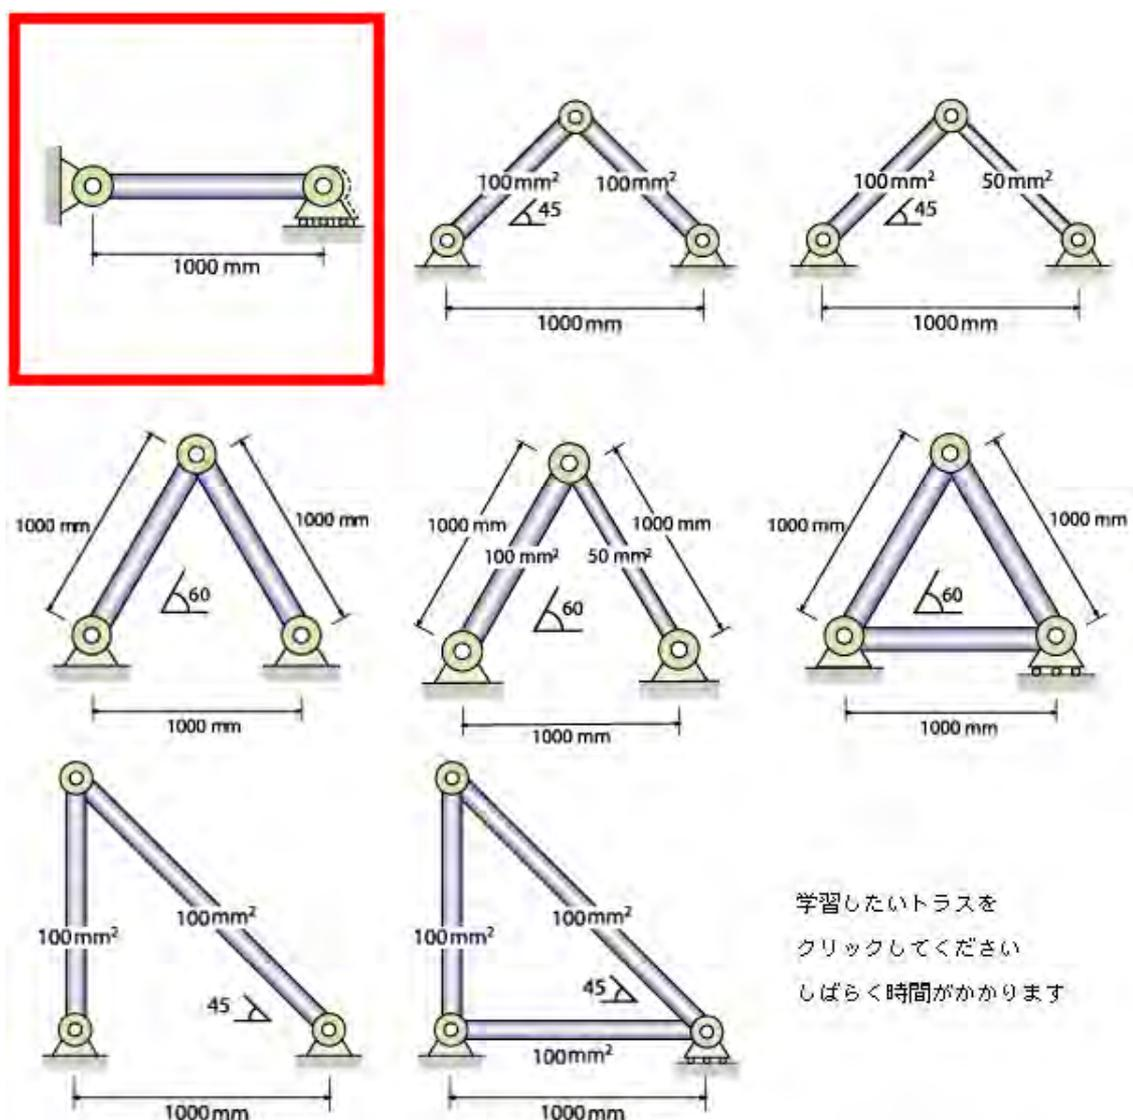

図 1.2.1 「トラス構造」初期画面
(1) 複雑なトラスについて学ぶ前に、もっとも基本となる 棒の引張と圧縮について学ぶことにする。まず、アドレス <http://archi2.ace.nitech.ac.jp/ichi2/> に接続し、画面右下の「構造力学入門」のボタンを押してみよう。
(2) 次に、「トラス構造」のボタンを押すと図1.2.1のような初期画面が現れる。これらは1章で学ぶ種々のトラスを表している。このうち最も単純な一番左上のトラスをクリックして、しばらく待つ。じっくり勉強しようという人は、前のページで「ダウンロード」ボタンを押した方がよいかもしれない。